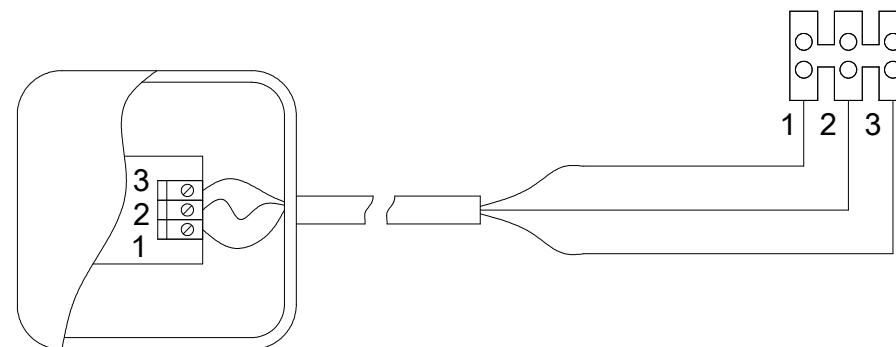

Рисунок 6. Воздушный термодатчик и его подключение в котле
7.6. Установить датчик температуры воздуха в контролируемом помещении на высоте 1.5 м от пола, исключив прямое воздействие на него солнечных лучей, потоков воздуха от нагревательных приборов. Длина предустановленных проводов до датчика 2 м. Допускается удлинение проводов до 20 м проводом 3x0.35 мм кв., с сохранением маркировки по рис. 6.